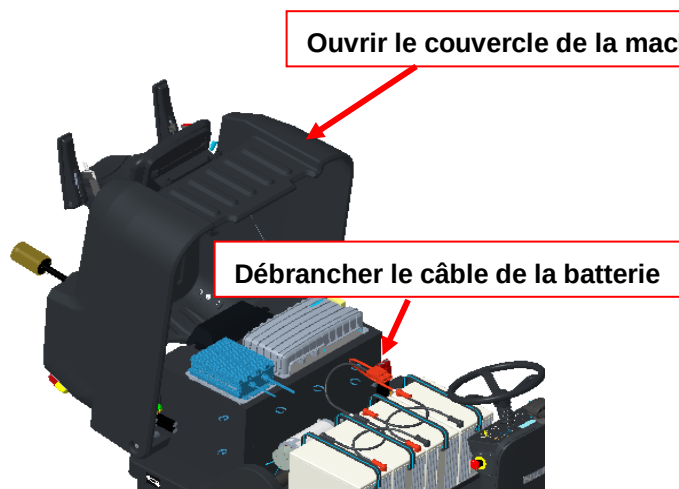

Figure 12
2. Ouvrir le couvercle de la machine, puis débrancher l'alimentation par batterie (Figure 12).